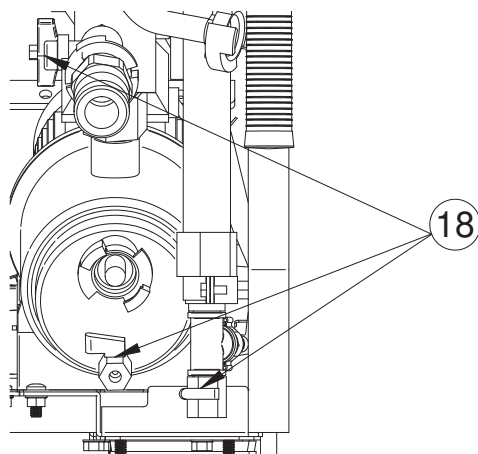

FIG.18
Se houver qualquer risco de congelamento, abra as três válvulas (ref. 18) conforme mostrado na fig. 18 e drene toda a água do circuito.